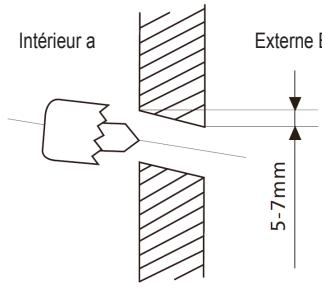

fig. 11 -
5. Faites un trou de Ø65 mm (ou Ø 90mm selon le modèle) sur le mur ("fig. 11 -1"), en descendant légèrement vers l'extérieur, en commençant à percer un côté du mur (A) et en finissant du côté opposé (B) pour éviter une rupture anormale du mur lui-même.